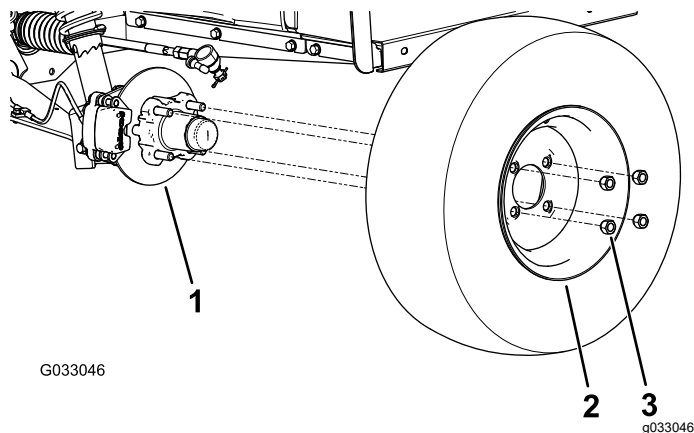

Рисунок 26
2. Отверните 4 зажимные гайки, которые крепят каждое колесо к ступице (Рисунок 26).
- Совместите отверстия в колесе со шпильками в ступице и установите колесо на ступицу так, чтобы вентиль шины был направлен наружу (Рисунок 26).
- Закрепите колесо на ступице с помощью зажимных гаек (Рисунок 26).